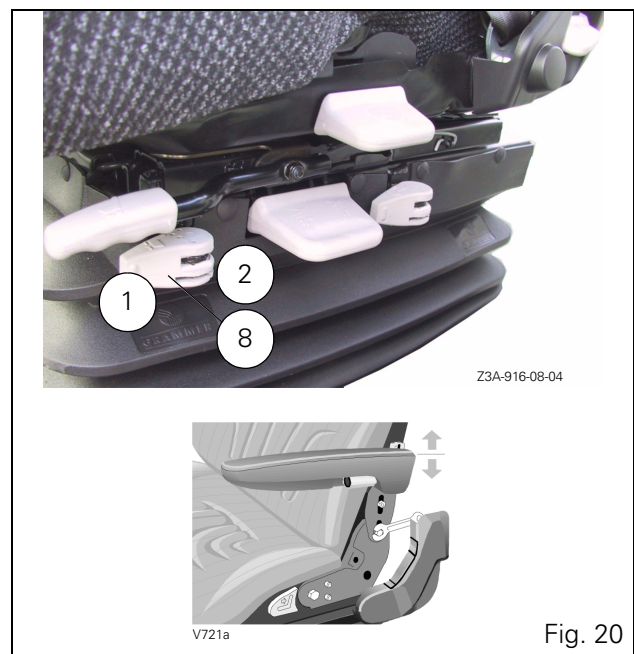

Fig. 20
8. Fore / aft isolator (Fig. 20):